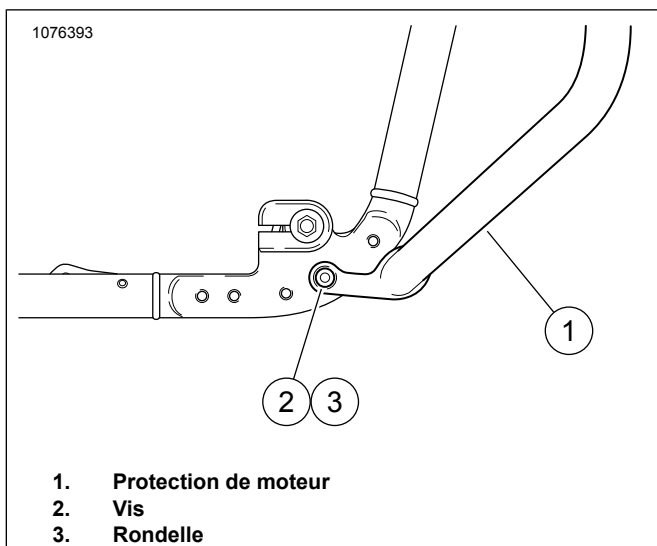

Figure 2. Montage inférieur de protection de moteur (vue du côté droit)
3. See Figure 2. Sur le côté droit de la moto, fixer la protection de moteur (1) sur le cadre inférieur avec la vis (2) et la rondelle (3) du kit. Serrer à la main. Répéter cette étape pour le côté gauche.